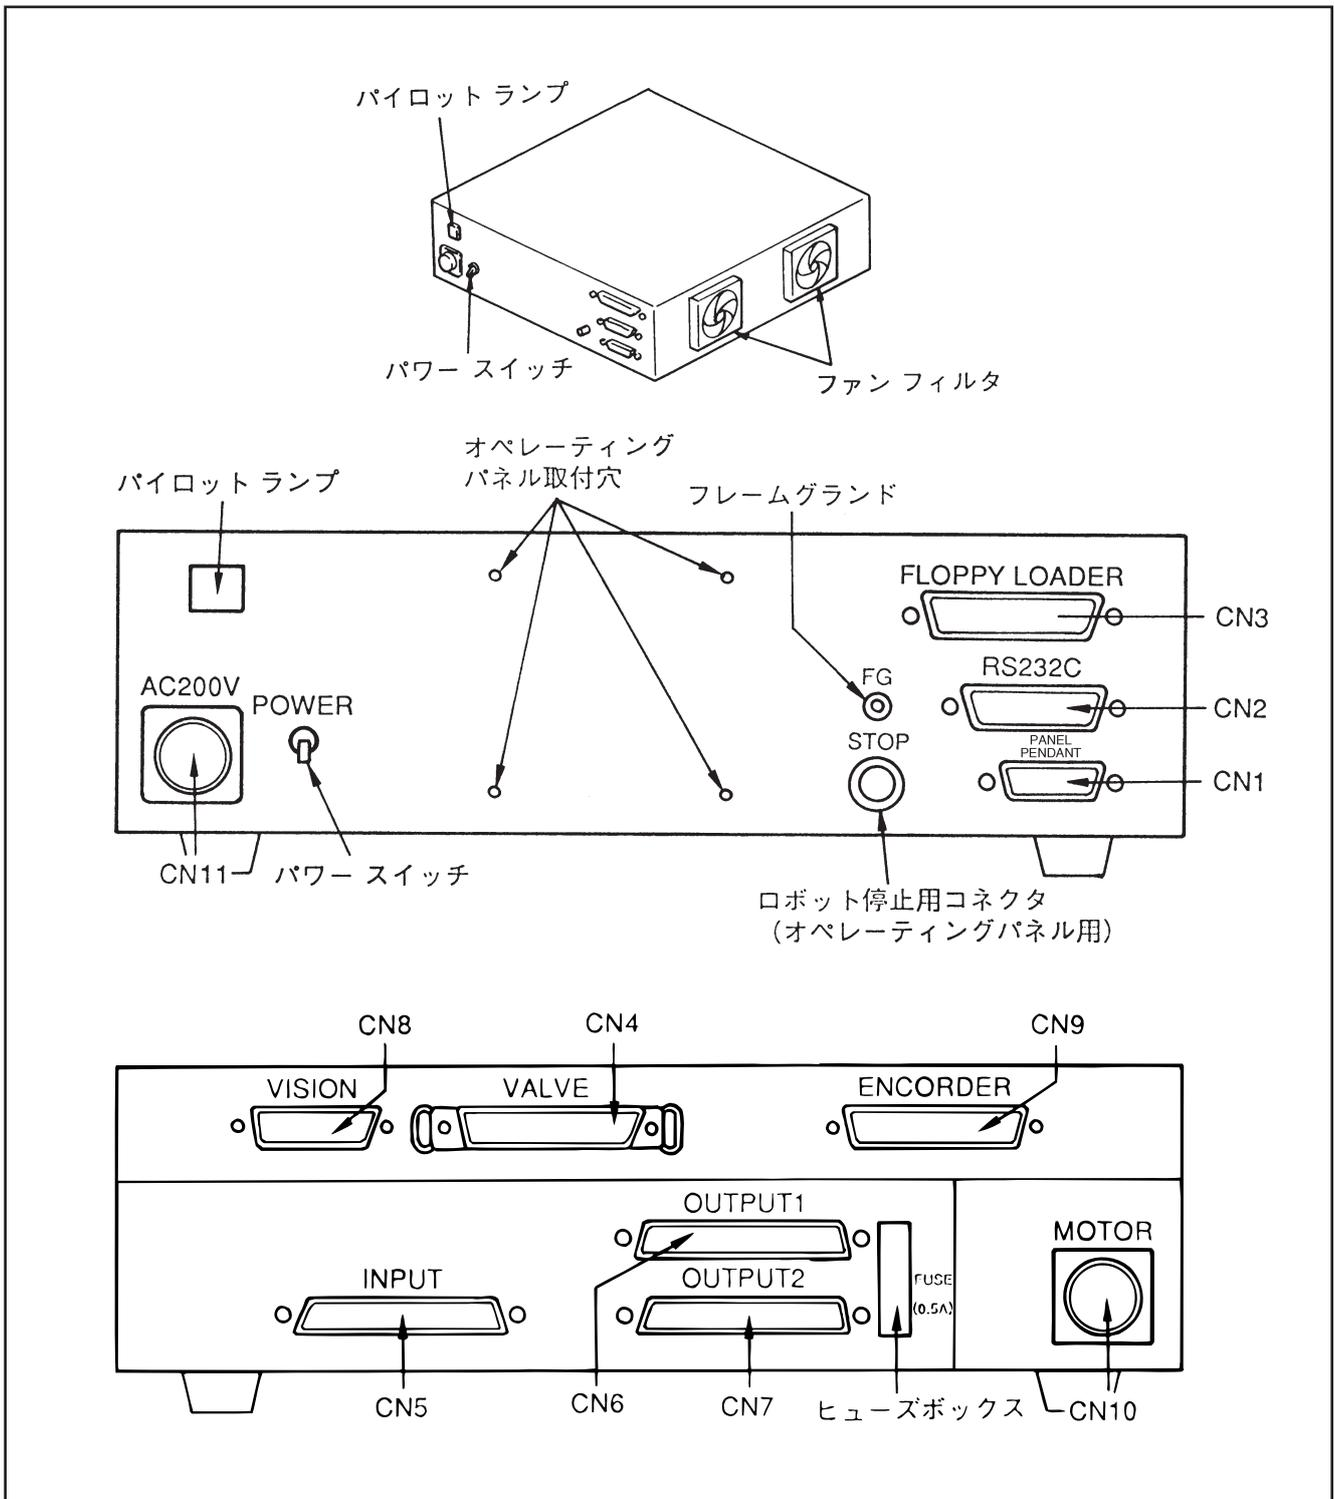

図1-3 コントローラ各部の名称
1.3 コントローラ各部の名称      コントローラ各部の名称を図1-3および表1-4に示します。